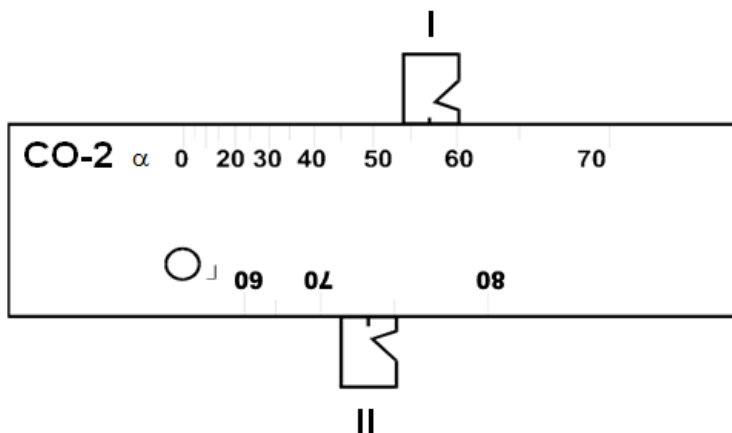

Рисунок 5.6 - Определение угла ввода по CO-2
5.4.2 Поставьте ПЭП на СО-2 таким образом, чтобы метка точки выхода луча совпадала со значением шкалы углов, равным номинальному значению угла ввода ПЭП (рис. 5.6). При этом, в положение I ставится преобразователь с углом ввода $\alpha \leq 65$, а в положение II - $\alpha > 65$.
5.4.6 В этом положении ПЭП перенесите точку выхода луча на шкалу углов CO-2 (рис. 5.6). Значение на шкале и будет являться углом ввода α .